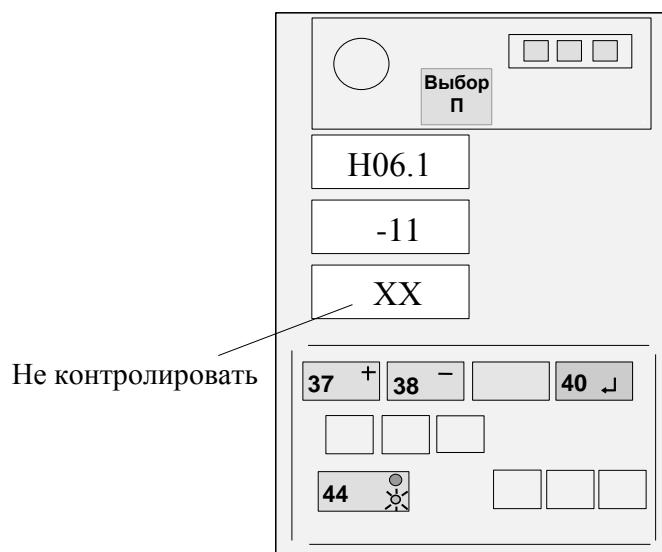

Рисунок 20 - Ввод температурного коэффициента
Если значение коэффициента, указанное на жгуте ПрД, отличается от значения, выдаваемого на средний ИЖЦ, нажатием кнопки 44 установить на верхнем ИЖЦ код "Н04.1", а затем, нажимая кнопки "+" (37) и "-" (38), установить на среднем ИЖЦ значение коэффициента для штокового ПрД (см. рисунок 20 для коэффициента М11), причем знак плюс на индикаторе не отображается, а знак минус отображается символом " - ".